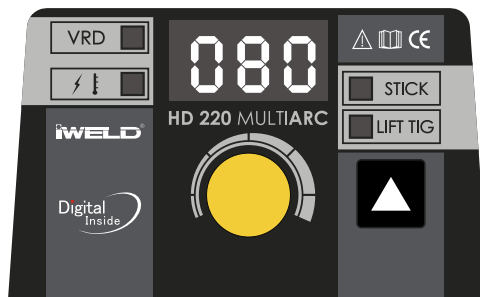

Bild 3: Die Anzeige in der LIFT TIG Mode
1. Nach Beendigung des Schweißens drücken Sie kurz die [STICK/LIFT TIG] und die [VRD] Schalterknöpfe! Die LIFT TIG Anzeige leuchtet auf und die Anlage schaltet um zu LIFT TIG Mode. Die Anzeige auf der Frontplatte zeigt die Information wie auf dem Bild 3. zu sehen ist. LIFT TIG bedeutet, dass der Wolfram berührt zuerst den Arbeitsstück. Danach drücken Sie den Brennerschalter. Ein Bogen wird gebildet wenn Sie den Brenner abheben.
2. Die [Welding current display] (Schweißstromanzeige) zeigt die voreingestellte Stromstärke "080", die Einheit ist Amper (A).